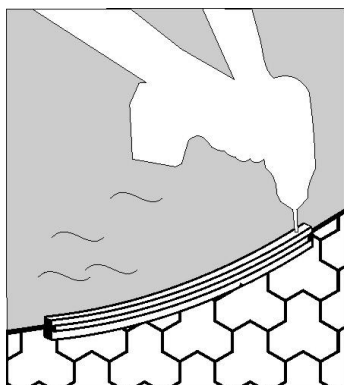

Abb. 3.6
- Den Kunststoffanker (5) entfernen.
- Die am „C“ Profil (1) von oben nach unten gebohrten senkrechten Löcher werden mit einem Bohrer (6mm) auf die Beckenumrandung übertragen (Abb. 3.6).